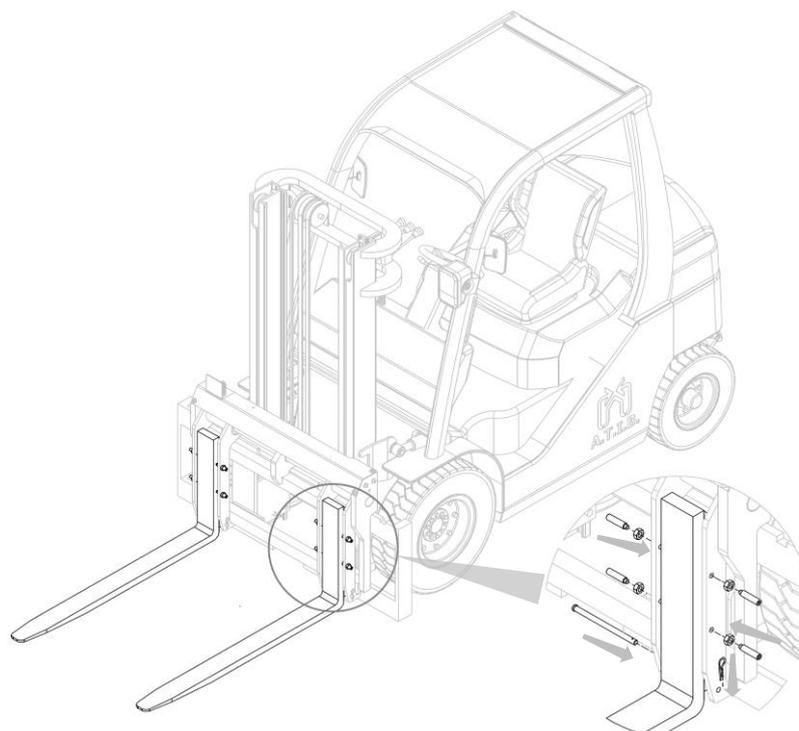

Figure 10
2. Insérer les fourches, revisser les butées de fourches sur le côté du fourreau et repositionner les goupilles inférieures (voir Point Fixation Fourches) de fixation des fourches (voir Figure 10).